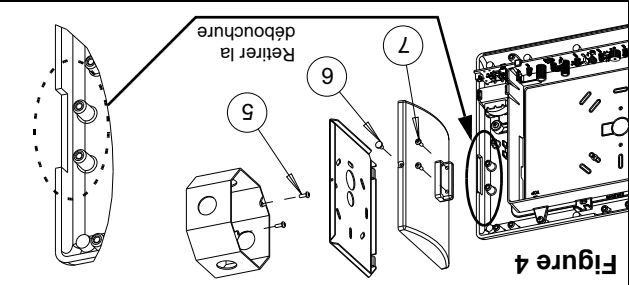

Figure 4
- Fixer le pavillon au boîtier en guidant la bordure située sur le pavillon dans le trou rectangulaire sur le côté (ou le dessus) du boîtier. Se servir des vis du pavillon pour fixer solidement le pavillon au boîtier (voir fig. 4).